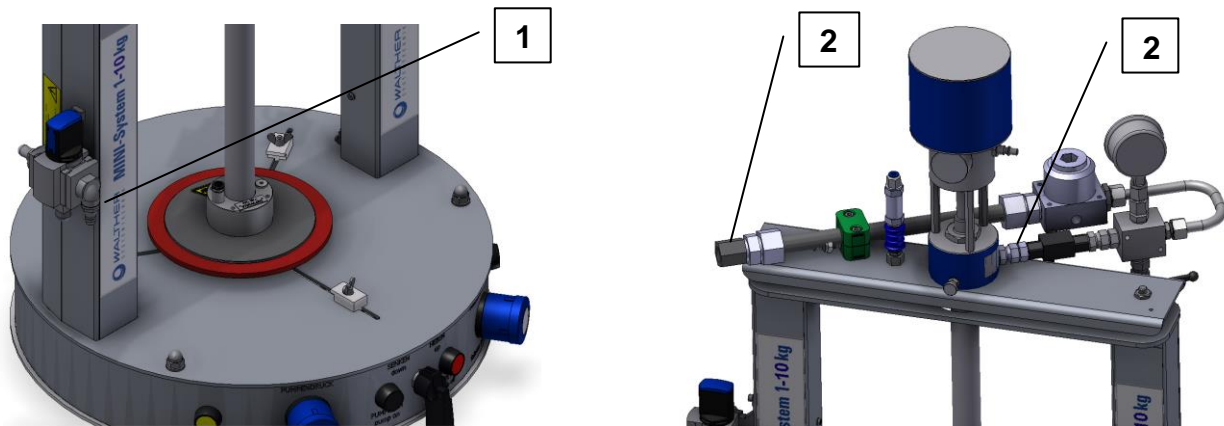

Abb.: 2
- Zum Betreiben der Anlage wird ein Druckluftnetz benötigt. Der Druckluftanschluss befindet sich auf der linken Seite des Mini- Systems siehe Abb.: 2, Pos. 1